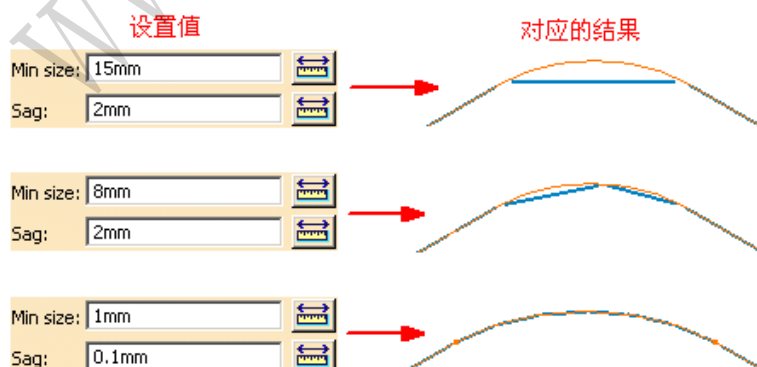

图 5-4 偏移控制设置和对于的结果
- ◆ 图 5-2 中的 Sag control 选项对网格和几何体的偏移量进行控制，对网格进行细化处理，提供网格质量。Min size 中设置网格最小尺寸，Sag 中设置偏移量。一个设置值和对于的结果如图 5-4 所示。